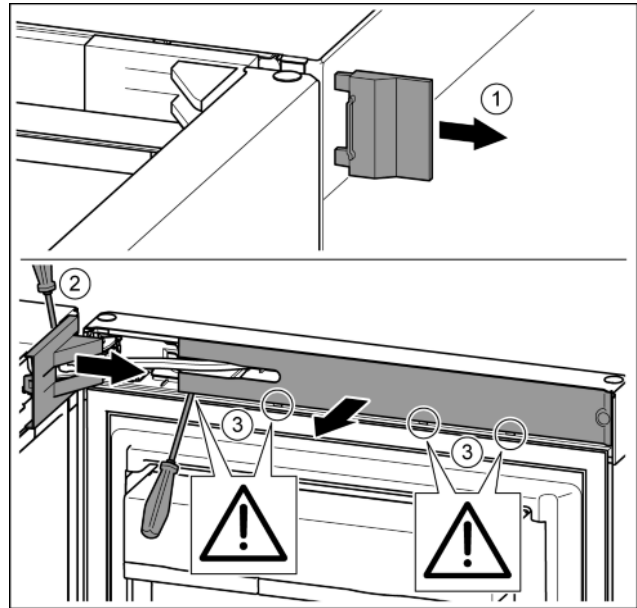

Fig. 10
- ▶ Снять внешнюю крышку. Fig. 10 (1)
- ▶ При помощи отвертки освободить от фиксаторов крышку опорного кронштейна и отсоединить. Снять крышку опорного кронштейна. Fig. 10 (2)
- ▶ Вывести накладку из зацепления и отвести в сторону. Fig. 10 (3)